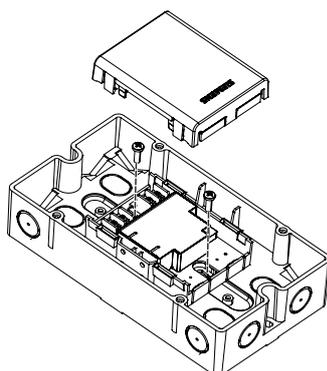

图 3
- 安装在控制器或开关柜外面：使用 FDCH221 保护盒（图 3）。
3. 用 2 个螺钉（M4）将保护盒固定在平整表面上（图 3）。
2. 用 2 个螺钉将模块固定在保护盒底部（见图 3）。